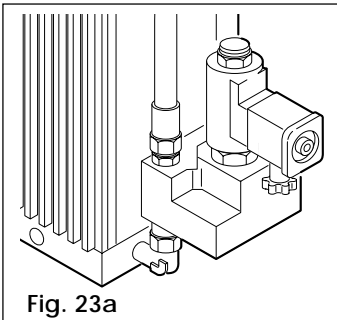

Fig. 23a
**DESBLOQUEO AUTOMÁTICO DE EMERGENCIA (fig. 23a)**